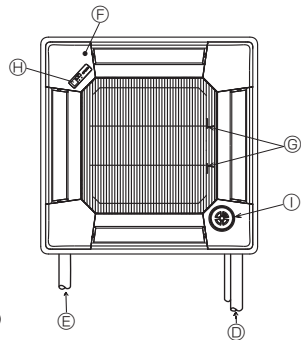

Fig. 9-9
9.5. Instalação da grelha de admissão (Fig. 9-9)